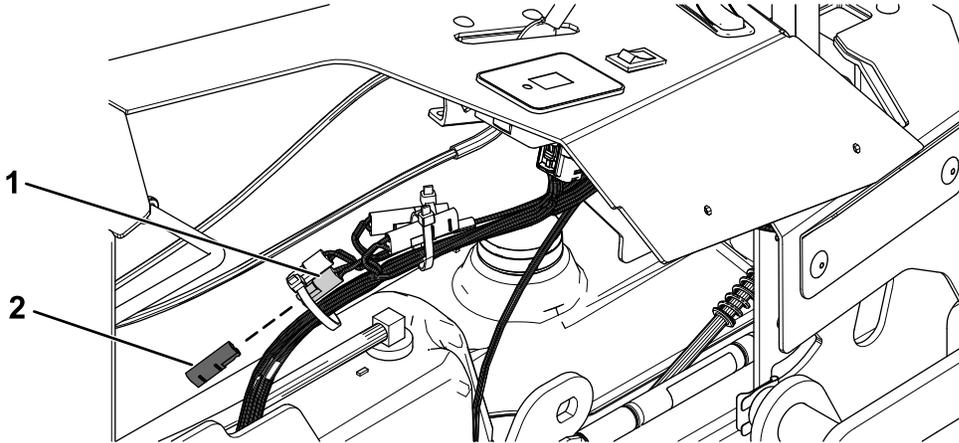

Figure 7
1. Retirez le capuchon du connecteur auxiliaire sur le faisceau de câblage de la machine (Figure 7).
5. Branchez le faisceau de câblage du kit d'éclairage au connecteur auxiliaire du faisceau de câblage de la machine (Figure 7).